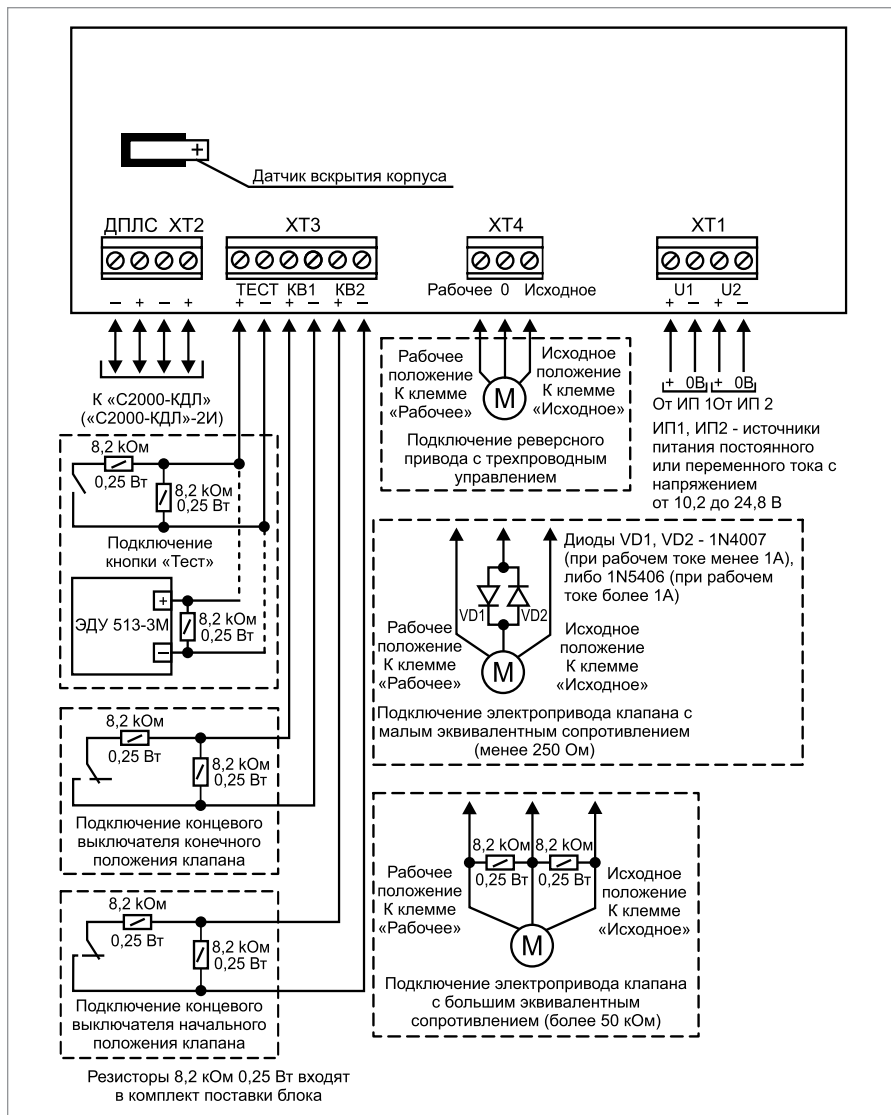

Рисунок 12. Схема внешних соединений блока «С2000-СП4/24», «С2000-СП4/24 исп.01»
2.2. Подключение соединительных линий производите в соответствии с проектной документацией и схемой на Рисунок 12.
1. Подключите воздушный клапан с электрическим приводом в соответствии с Рисунок 12, учитывая эквивалентное сопротивление клапана: